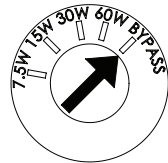

図30
4. 図30に示されているように、トランスタップを好みの電力レベルに変更するには、平頭ドライバーを使用します。